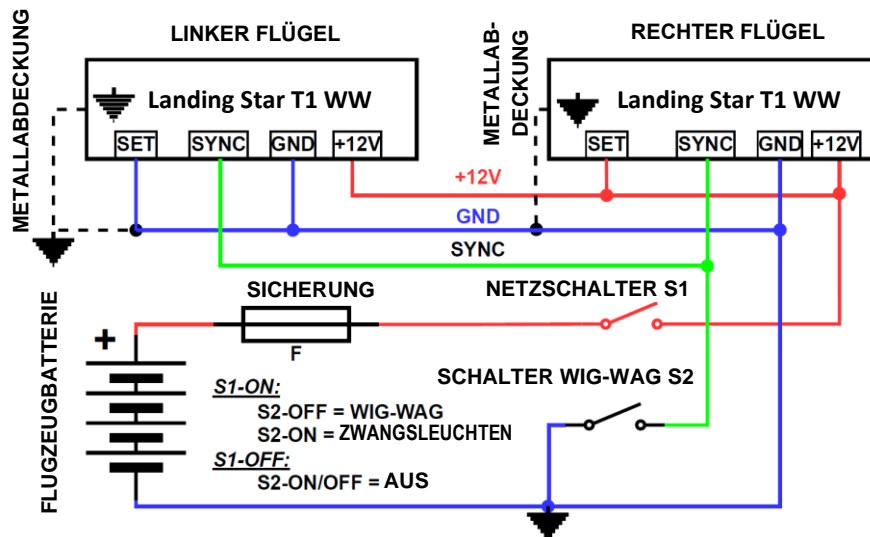

Abb. 3: Schaltplan für zwei Strahler
*siehe Abb. 3: Schaltplan für zwei Strahler